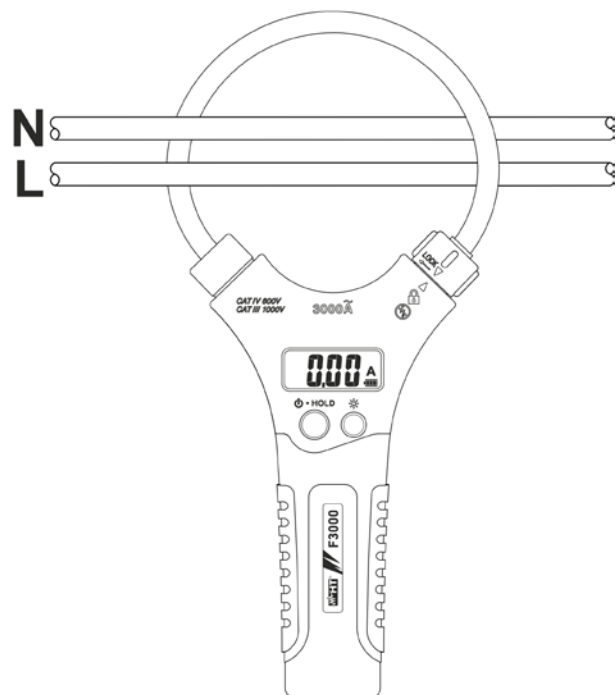

Abb. 3: Verwendung des Stromwandlers für Wechselstrommessung
2. Öffnen Sie die flexible Wandlerschleife und setzen Sie den Leiter ins Zentrum (siehe Abb.3). Der Stromwert wird im Display angezeigt